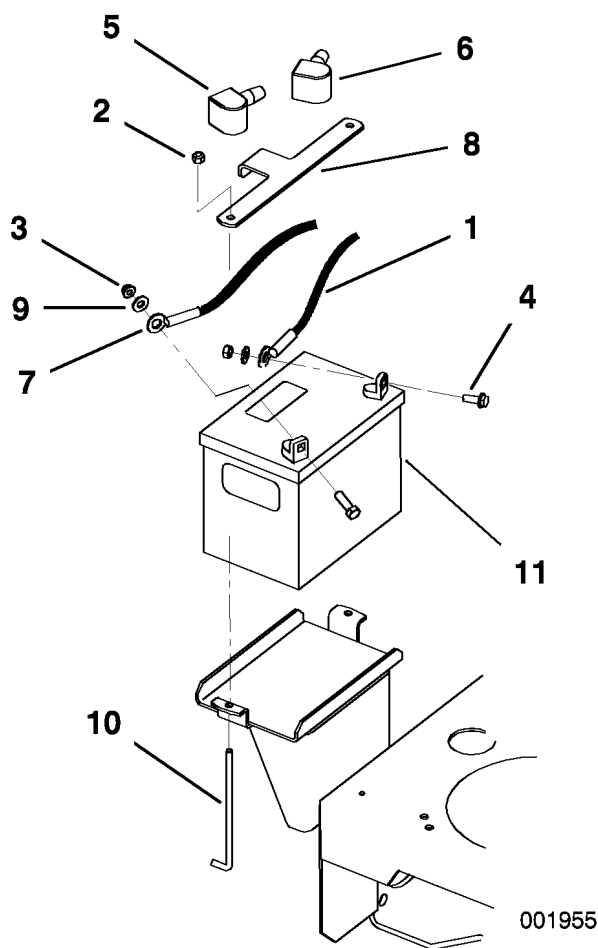

Figura 39
3. Levante la cubierta de goma negra del cable negativo. Desconecte el cable negativo del borne negativo (-) de la batería (Figura 39).
4. Retire la cubierta de goma roja del borne positivo (rojo) de la batería. Luego retire el cable positivo (rojo) de la batería (Figura 39).
5. Retire la pletina de sujeción de la batería (Figura 39), y retire ésta.
1. Coloque la batería en la máquina (Figura 39).
3. Conecte primero el cable positivo (rojo) al borne positivo (+) de la batería con una tuerca, una arandela y un perno (Figura 39). Deslice la cubierta de goma sobre el borne.
4. Luego conecte el cable negativo y el cable de tierra al borne negativo (-) de la batería con una tuerca, una arandela y un perno (Figura 39). Deslice la cubierta de goma sobre el borne.